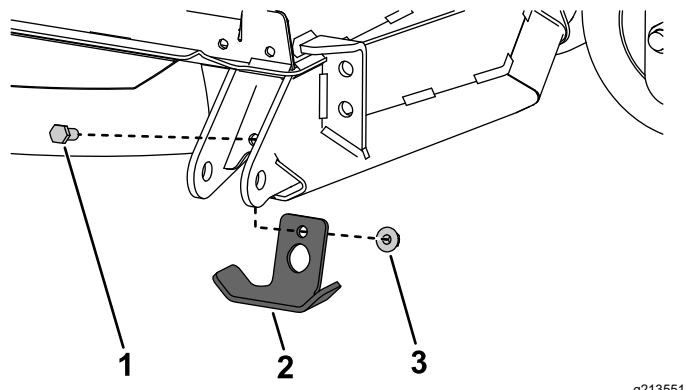

Рисунок 8
- Снимите крепежные детали, с помощью которых пластина полоза крепится к режущему блоку (Рисунок 8).